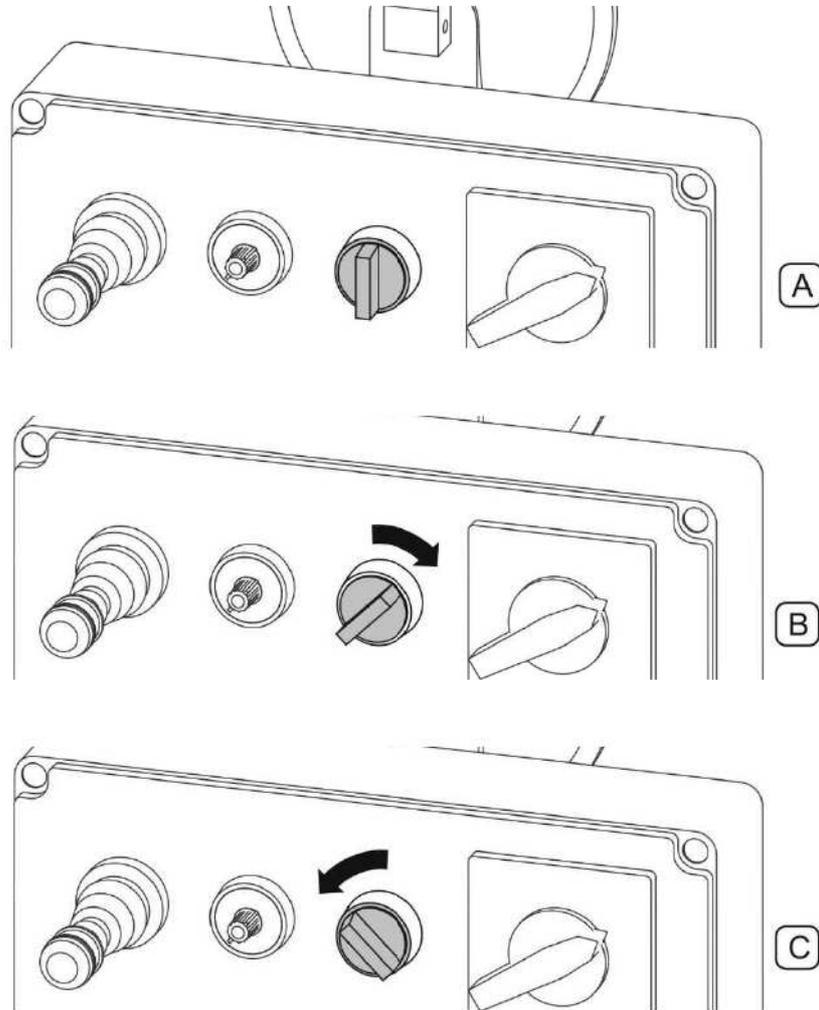
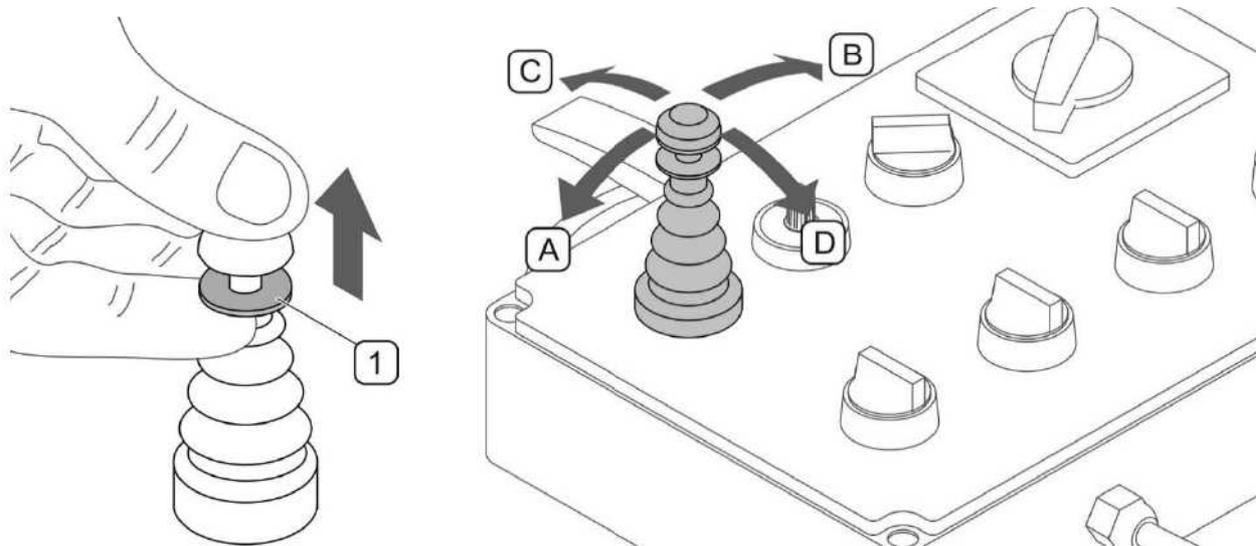

FIGURE 4.10 Interrupteur du groupe de balayage
FIGURE 4.13 Commande de levage et de vidange du réservoir aux impuretés
L'interrupteur à trois positions sert à mettre le groupe de balayage en route et pour le couper ou lever (FIGURE 4.10). L'a commutation de l'interrupteur à gauche (C) « balayage » entraîne la descente du groupe de balayage en position de travail et la mise en route de l'entraînement des brosses. Pour mettre en route l'entraînement des brosses, il convient de commuter le sélecteur en position centrale (A). Pour lever le groupe du balayage, il convient de commuter le sélecteur à droite (B) « levage » et maintenir en cette position. L'interrupteur n'est pas équipé de verrou en position (B) « levage », la libération de l'interrupteur entraîne la commutation du sélecteur en position centrale (A) « ON ».
Le levage et la descente, ainsi que l'ouverture et la fermeture du réservoir aux impuretés doivent se faire avec le balayage en route (FIGURE 4.10). La commande de l'ouverture, fermeture, levage et descente du réservoir aux impuretés se fait de la position de l'opérateur à l'aide du levier multifonctionnel (FIGURE 4.13). En position neutre, le levier est bloqué contre